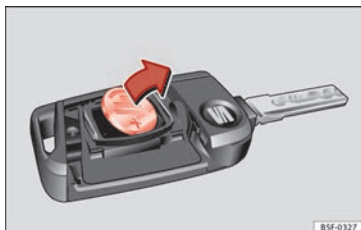

Abb. 136 Fahrzeugschlüssel: Batterie heraus-nehmen.
- Batterie mit einem geeigneten dünnen Ge-genstand aus dem Batteriefach heraushe-beln »» **Abb. 136**.
»» **Abb. 136** und entgegen der Pfeilrichtung in das Batteriefach drücken »» ❷.